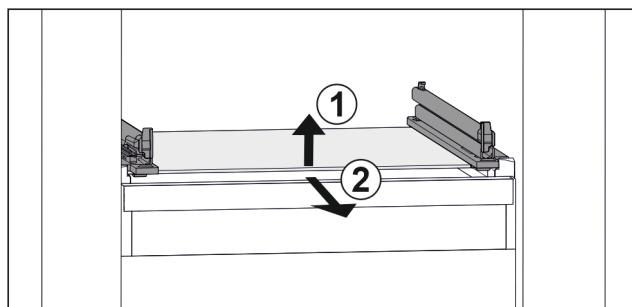

Fig. 133 Primjerni prikaz staklene ploče
- ▶ Staklenu ploču podignite sprijeda. Fig. 133 (1)
- ▶ Izvadite staklenu ploču prema naprijed. Fig. 133 (2)